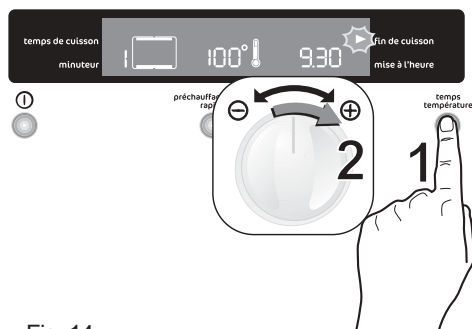

Fig. 14
2. Appuyez sur la touche "**Temps**" jusqu'à sélectionner la fonction "**Fin de cuisson**" et que le voyant correspondant clignote. Le bandeau de commande affiche le temps de fin de cuisson (c'est-à-dire, l'heure exacte + le temps de durée de cuisson) (Fig. 14).